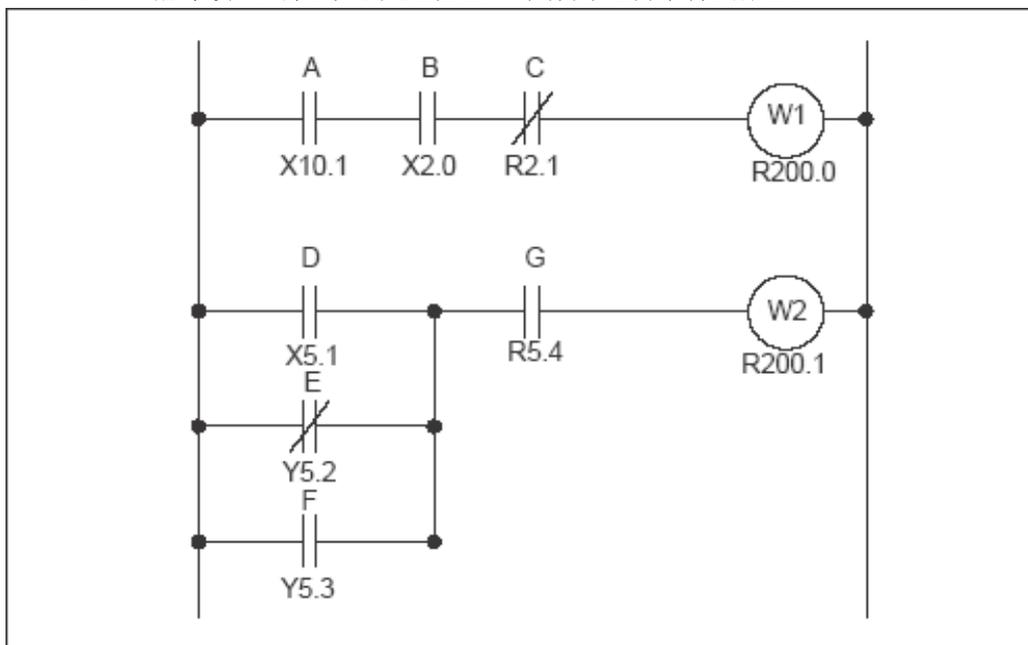

图 9.1.1.1 梯形图
(1) 指令格式 为 RD ANNN.B 。
(2) 读出给定地址的信号状态 (1或0)，并写入ST0
(3) 用于从 A 接点 (一|一) 开始编码的场合。关于指令 RD 的使用举例参见图 9.1.1.1 所示梯形图和表 9.1.1.1 代码表。
(4) 由 RD 指令读入的信号可以是任意一个作为逻辑条件的触点。